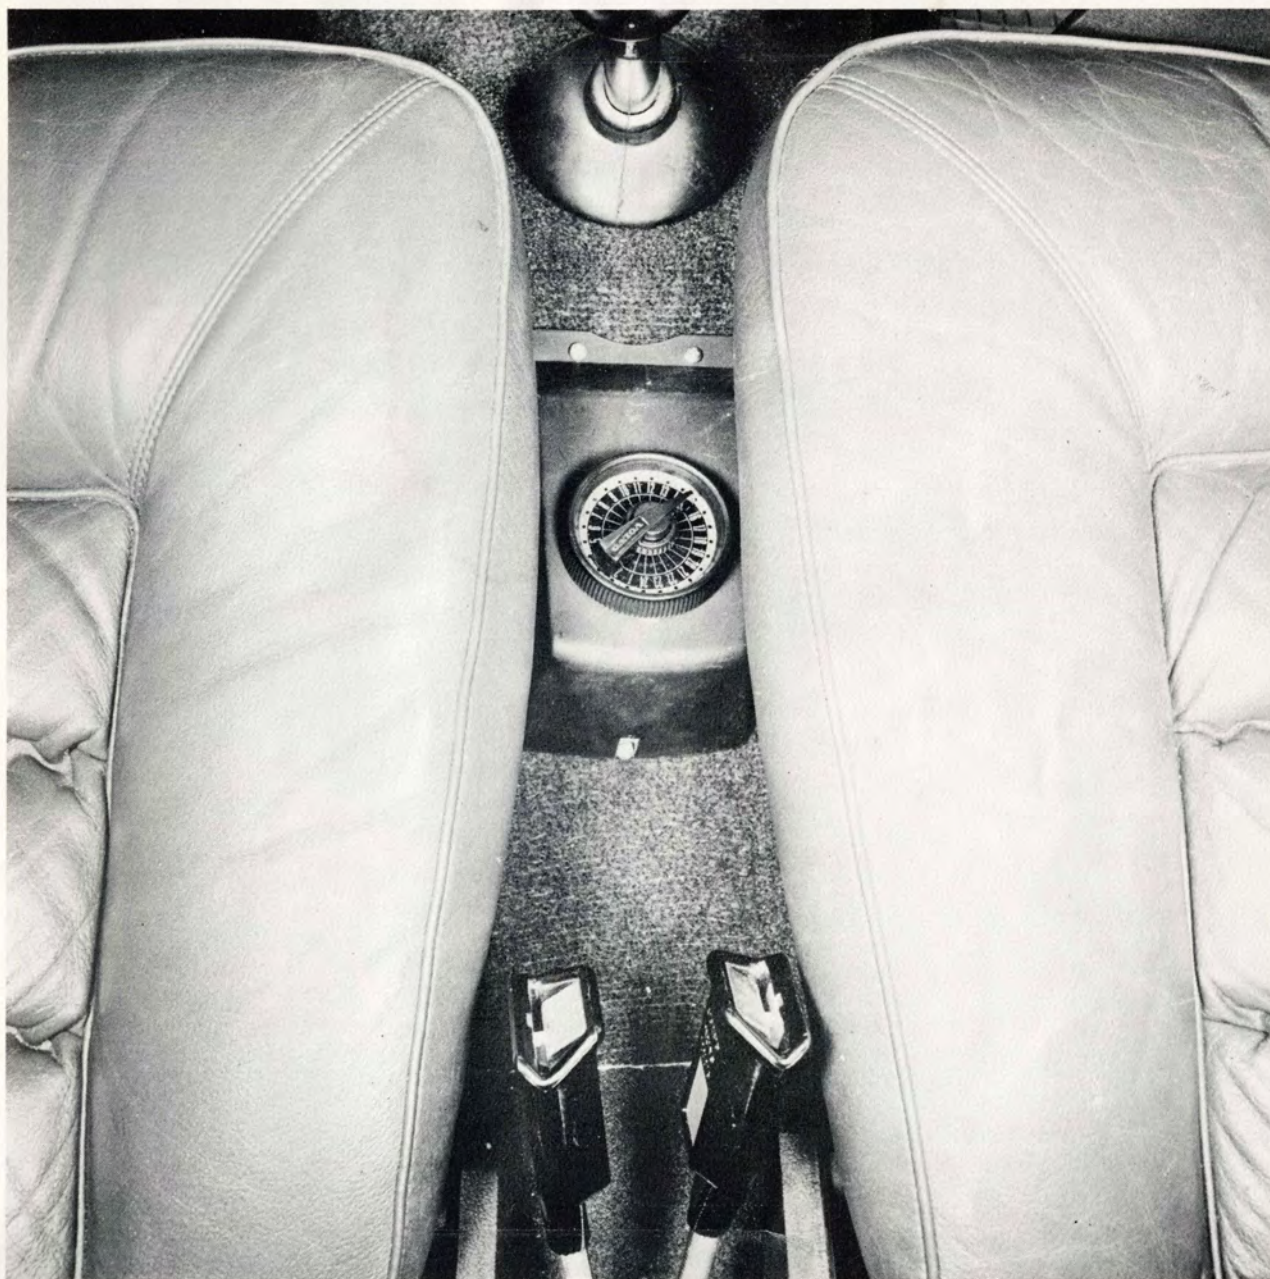

Bild 9
Montera tiduret i tidurshållaren bakom växelspaken (bild 9).
18. Montera tidur med hållare (Bild 9).